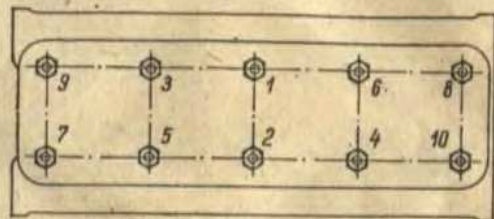

Рис. 26. Порядок затяжки гаек головки цилиндров двигателей ЯАЗ-М204
3. На прогретом двигателе (только после первых 50 часов его работы) проверить затяжку гаек головки цилиндров в порядке, показанном на рис. 26 и 27. Проверять затяжку нужно без рывков, усилием одной руки на плече 0,8 м, используя специальный торцо-